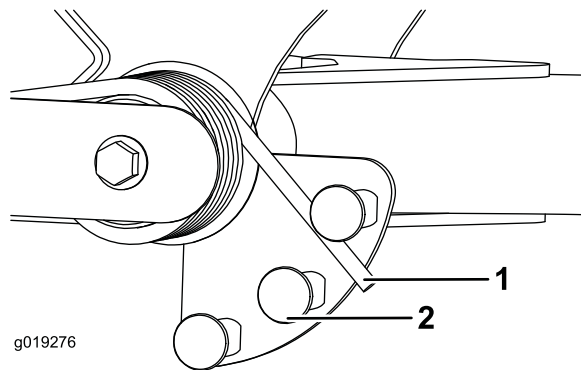

Figure 64
2. Faites passer un tube ou objet similaire sur l'extrémité longue du ressort puis faites-le pivoter autour de l'actionneur jusqu'à la position voulue (Figure 64).